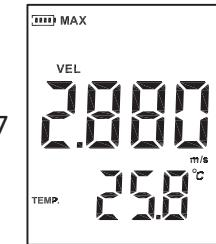

图7
- (1) 测风速最大值时，LCD屏幕上上方显示“MAX”字样，如图7：